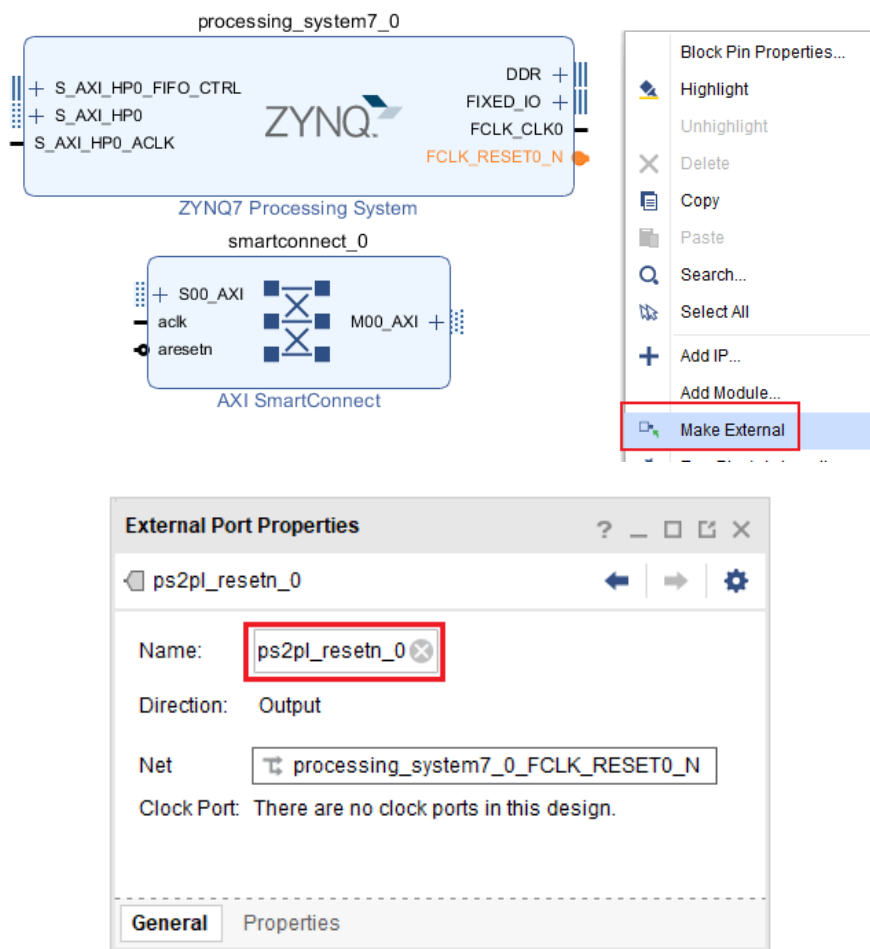

图 1-19 导出引脚与重命名
- 1) 选中 ZYNQ 核的 FCLK_RESET0_N 接口，右键选择 Make External 导出该接口。该接口将作为 PS 侧输出给 PL 的复位信号，为了方便区分，在左侧的 External Port Properties 中将端口重命名为 ps2pl_resetn_0。操作步骤参考图 1-19：